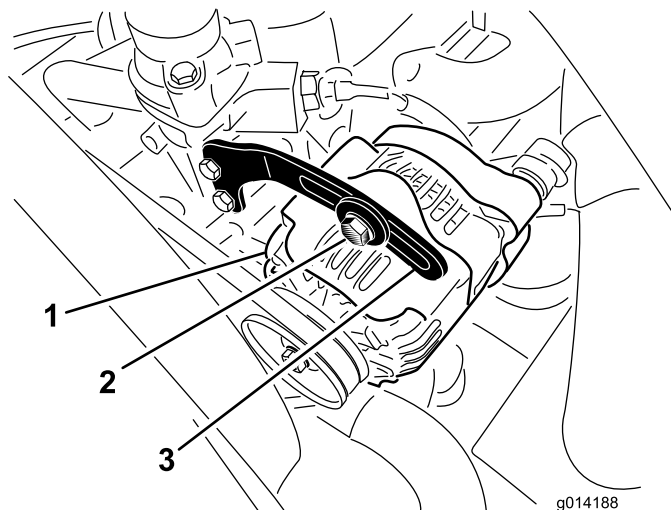

図 46
2. オルタネータ側プーリとクランクシャフト側プーリ間の中央部でオルタネータベルト(図 46)を指で10 kg程度の力で押してベルトの張りを点検する。
3. ブレースをオルタネータ(図 46)に固定しているボルトと、オルタネータのピボットボルトをゆるめる。